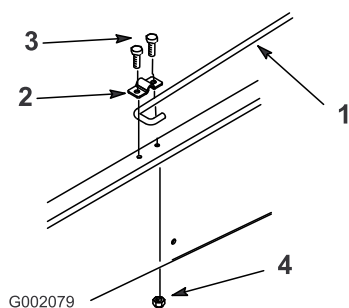

Figura 10
6. Allentate il bullone che fissa la graffa dell'asta di supporto al telaio, finché non riuscite a inserire sotto il fermaglio l'estremità a gancio dell'asta di supporto (Figura 10).
7. Serrate il bullone e fissate l'altra estremità del fermaglio con un nuovo bullone (5/16 x 3/4 pollice) e un dado flangiato (5/16 pollice) (Figura 10).